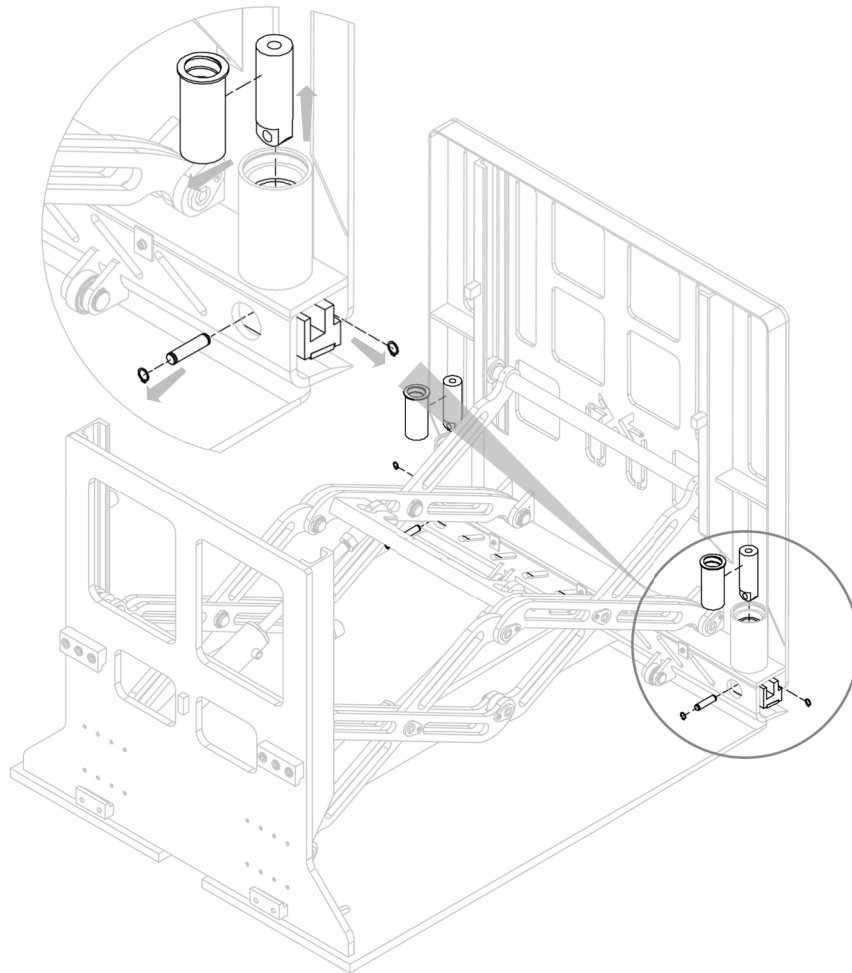

Figura 16
3. Extraer los pernos de empuje de la cuchilla (con los bujes correspondientes) después de retirar los pernos (con los anillos elásticos correspondientes) que los bloquean (ver *Figura 16*).